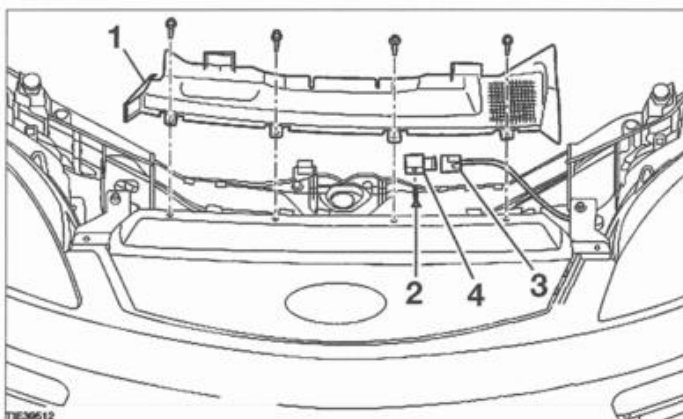

FIG. 17
- Desmontar el deflector de aire de radiador (1) (fig. 17).
- Desmontar el tornillo (2) del captador de impacto.
- Sacar el conector (3) de captador de impacto (4).
- Desmontar el captador de impacto delantero (4).